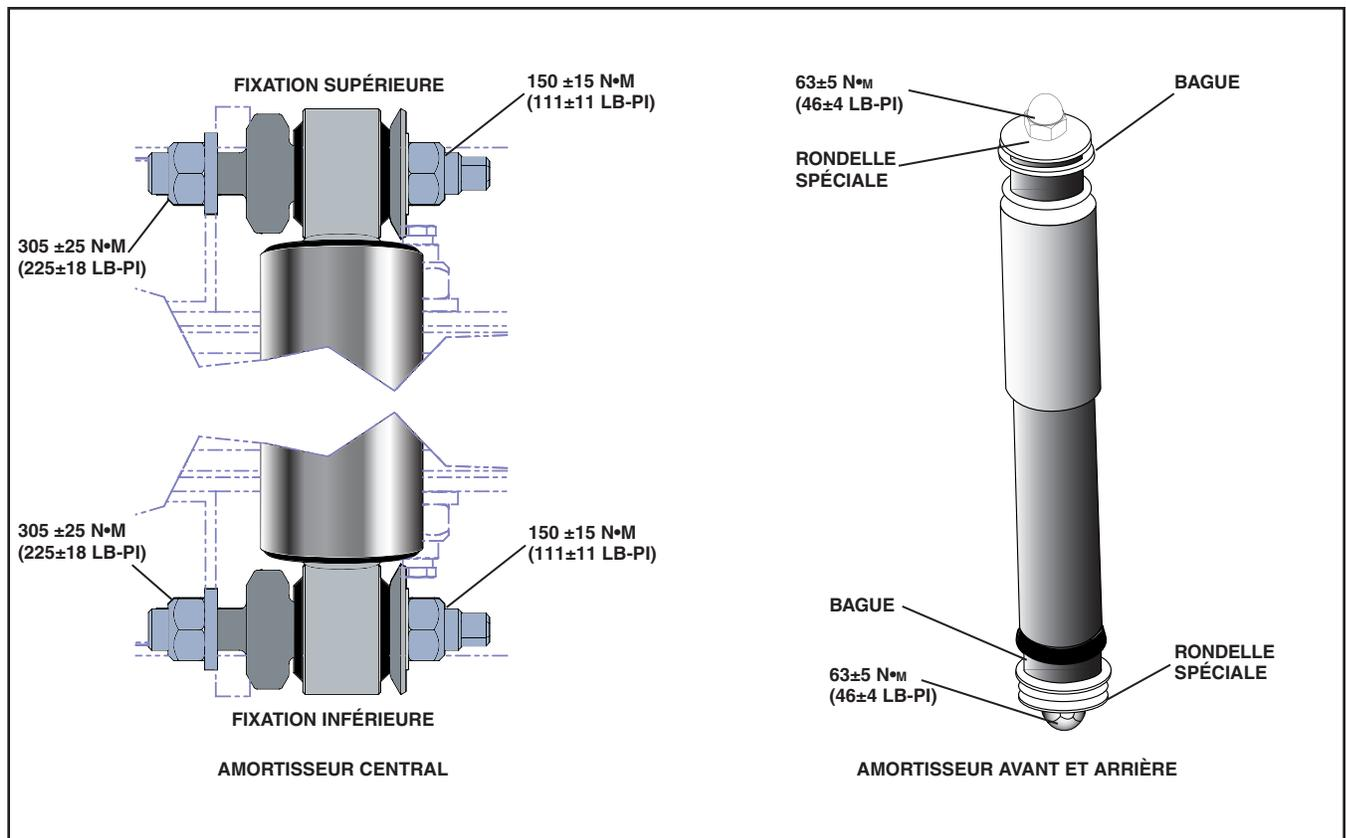

Figure 7 - Couples de serrage
3. Appliquer le couple de serrage recommandé sur les écrous afin de fournir la compression correcte aux bagues. Voir Figure 7.